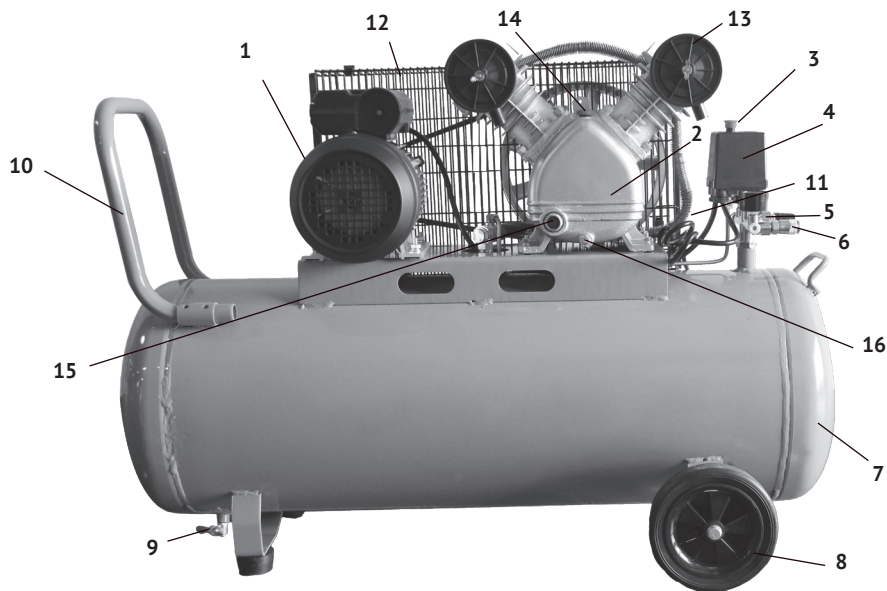
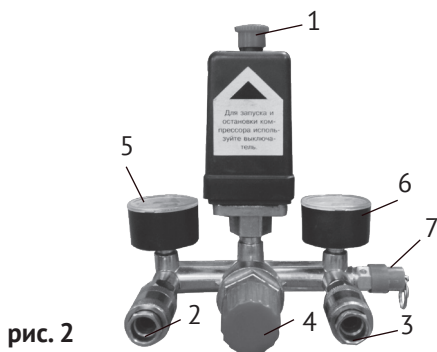

рис. 1
рис. 2
4.1 Общий вид компрессора схематично представлен на рис.1
4.2 Картер компрессорной группы (рис.1 поз.2) с двигателем (рис.1 поз.1) крепятся на металлической платформе корпуса ресивера (рис.1 поз.7). Вращение с якоря двигателя шкивами и клиновым ремнём передаётся на коленчатый вал компрессорной группы. Вращение коленчатого вала преобразуется кривошипно-шатунным механизмом в возвратно-поступательное движение поршней. Два цилиндра с параллельным вертикальным расположением, смонтированы на картере. Воздух, через воздушный фильтр (рис.1 поз.13) подаётся во впускные клапаны цилиндров. Сжатый воздух из выпускных клапанов цилиндров подаётся в ресивер (рис.1 поз.7). При подключении к быстроразъёмным выходным штуцерам (рис.1 поз.6) коллектора пневмоинструмента, сжатый воздух подаётся к инструменту. Выходное давление в штуцере регулируется редуктором (рис.2 поз.4) и контролируется манометром.
6.4 Перед запуском компрессора проверьте уровень масла в картере, он должен соответствовать среднему значению, между максимальным и минимальным уровнем в контрольном окне уровня масла (рис.1 поз.16).
При подключении компрессора к сети питания, убедитесь, что, выключатель реле давления (рис.2 поз.1) находится в позиции «Выкл.» (положение - «отжато»). Запустите компрессор, переведя выключатель в позицию «Вкл.» (положение - «нажато»). Для обеспечения хорошей работы компрессора при первом запуске рекомендуется оставить компрессор работающим в течение 5 - 8 минут с полностью открытыми выходными штуцерами (рис.2 поз.2,3) и редуктором (рис.2 поз.4), после чего откройте вентиль слива конденсата (рис.1 поз.9), находящийся снизу ресивера и слейте конденсат. После первых 50-ти часов работы компрессора проверьте крепление винтов головок цилиндров и решётки ремённой передачи (рис.1 поз.12).
Компрессор имеет два выходных штуцера оснащённых манометрами. Давление в ресивере показывает манометр расположенный справа (рис.2 поз.6), в то время как манометр, находящийся слева (рис.2 поз.5), показывает давление на выходе, которое Вы можете регулировать с помощью редуктора (рис.2 поз.4). Выходной штуцер (рис.2 поз.3) выдаёт сжатый воздух с максимальным рабочим давлением (в ресивере), а выходной штуцер (рис.2 поз.2) выдаёт сжатый воздух с рабочим давлением, установленным с помощью редуктора (рис.2 поз.4). Регулировка давления в выходном штуцере (рис.2 поз.2) осуществляется вращением рукоятки редуктора. Вращение рукоятки по часовой стрелке увеличивает давление на выходе из штуцера, вращение против часовой стрелки – уменьшает давление на выходе. Так же компрессор оснащён предохранительным клапаном (рис.2 поз.6) для ограничения максимального давления в ресивере.
7.3 По окончании работы полностью сбросьте давление, открыв выходной штуцер (рис.2 поз. 3).
- открутить пробку заливной горловины (рис.1 поз.14);
- открутить болт сливного отверстия (рис.1 поз.16);
- через воронку залить новое масло, контролируя уровень через окно (рис.1 поз.15);